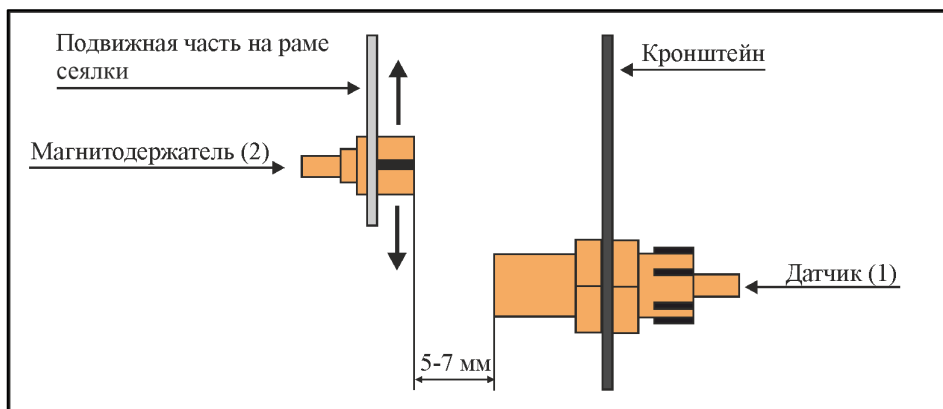

Рисунок 37 – Датчик положения рамы системы контроля высева
Магнитодержатель (2) устанавливается на подвижный элемент рамы сошников. Зазор между магнитодержателем и датчиком должен быть 5 – 7 мм, рис. 37.